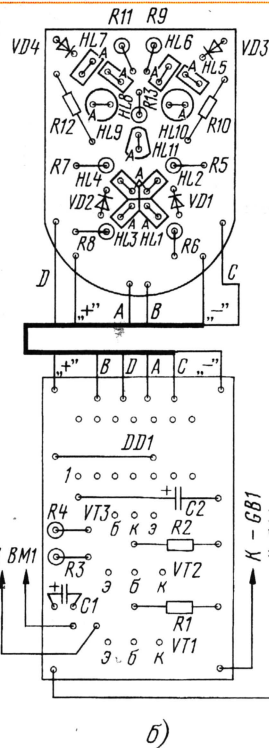

Рис. 6
ется индикатор напряжением 4,5 В, потребляя ток не более 75 мА. Сохраняет работоспособность при напряжении 3,5...5,5 В. Правда, некоторые экземпляры микросхем работают неустойчиво при таких колебаниях напряжения. В этом случае необходимо воспользоваться стабилизатором (рис. 6), питающимся от источника напряжением 9 В, например, от батареи, составленной из элементов АА (316).